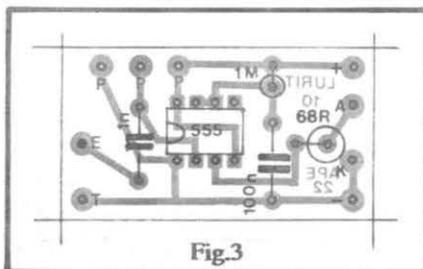

Fig.3
- FIG.3 - "Chapeado" da montagem. A placa, na figura, é vista pelo lado não cobreado, já com todas as peças posicionadas. Observar que (por razões de compactação...) os resistores são montados "em pé". O "resto" não tem "segredo", bastando ao iniciante observar o posicionamento do Integrado, referenciado pela marquilha existente numa de suas extremidades. Quem ainda tiver dúvidas deve recorrer ao TABELÃO APE (lá no começo de todo exemplar da nossa Revista...), cujas informações visuais esclarecem quanto à identificação de códigos, terminais, polaridades e o "escambau"... Os Leitores que ainda estão "pagãos" em montagens, também não precisam "ter medo"... Uma leitura atenta às INSTRUÇÕES GERAIS PARA AS MONTAGENS (junto ao TABELÃO, no começo da Revis-
ta...) dará todas as "dicas", conselhos e "macetes" necessários a uma construção sem problemas, da LURIT-10 (e de qualquer outra montagem...). Algumas "ilhas periféricas" (junto às bordas da placa), na fig. 3, apresentam-se sem ligação... Esses pontos referem-se às conexões externas à placa, que são vistas na próxima figura (conferir tudo direitinho, antes de passar para a próxima fase da montagem...).